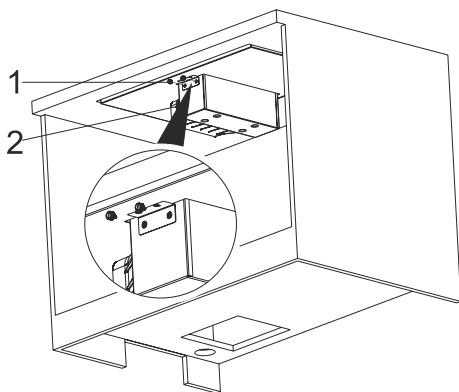

Fig. 12
5. ➔ Fastspænd beholderen nu med de medfølgende fingreskruer (Fig. 12).